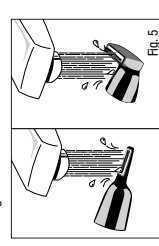

Fig. 5
- Enjuague el cabezal en agua corriente (Fig. 5). No permita que el cuerpo del aparato tenga contacto con agua.